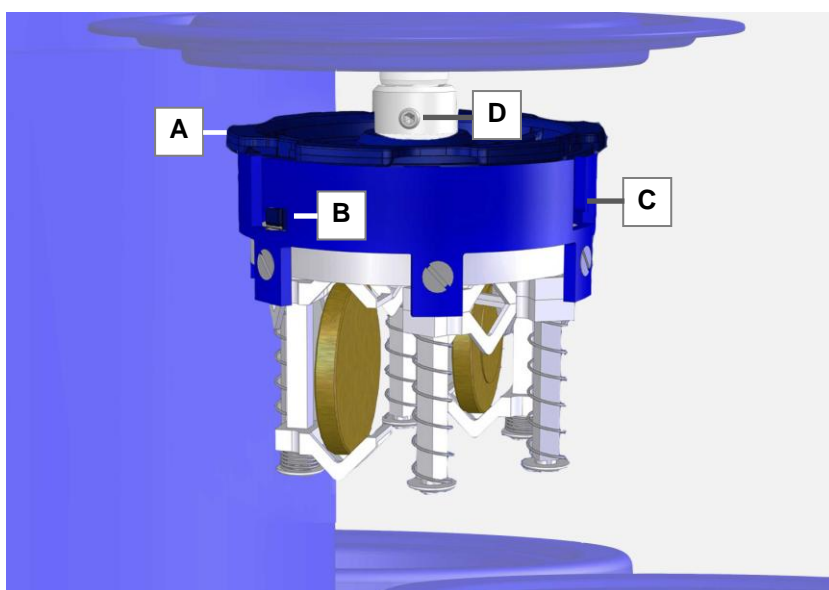

Fig. 6.3.1 Portamecanismos suspendido
El portamecanismos está unido a la máquina por el cierre de bayoneta (*fig. 6.3.1.C*) del alojamiento (*fig. 6.3.1.A*).
Sujete el alojamiento (*fig. 6.3.1.C*) firmemente con la mano y presione el portamecanismos primero un poco hacia arriba y a continuación gire este en sentido antihorario para extraerlo de los sistemas de retención (*fig. 6.3.1.B*).
- A Alojamiento** para la cesta de limpieza y el portamecanismos. Cuando se retira el portamecanismos, el alojamiento permanece atornillado al eje de accionamiento con el perno roscado (*fig. 6.3.1.D*).
Fije ahora el portamecanismos de nuevo en el alojamiento de la máquina de limpieza (*fig. 6.3.1.A*).
Asegúrese de que el portamecanismos esté correctamente enclavado en el sistema de retención (*fig. 6.3.1.B*).